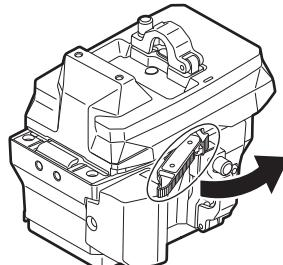

図2
- 1 レコーディング延長モジュールリリースレバーのロックノブ（赤色）を起こしながら（図1）、レコーディング延長モジュールリリースレバーを引く。（図2）